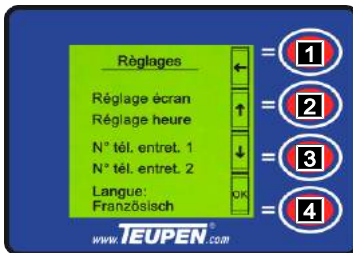

Fig. 94
1. Sélectionner la langue avec les « Touches de fonction » (Fig.94/2 et 3).
2. Appuyer sur la [Touche de fonction] (Fig.94/4).
3. Sélectionner la langue souhaitée avec les [Touches de fonction] (Fig.94/2 et 3).
4. Confirmer la langue sélectionnée avec la [Touche de fonction] (Fig.94/4).